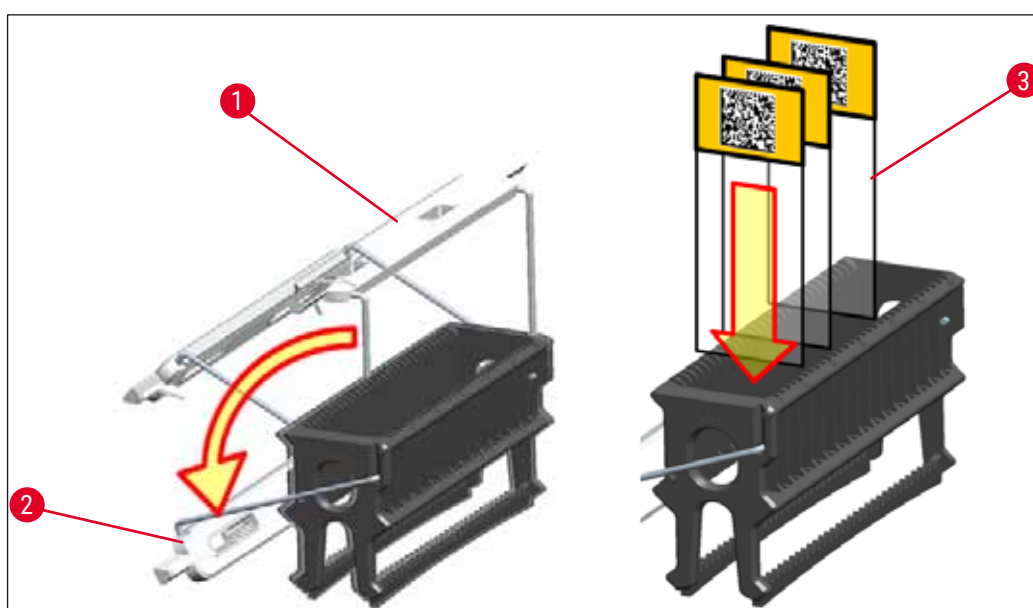

Abb. 81
- Die Vorderseite des Objektträgerhalters ist gekennzeichnet mit dem Leica Logo. Mit angebrachten Bügel ist bei Aufsicht auf dem Bügel **FRONT** zu lesen (→ "Abb. 81").
1. Den Bügel des Objektträgerhalters in die aufrechte Position klappen (→ "Abb. 81").